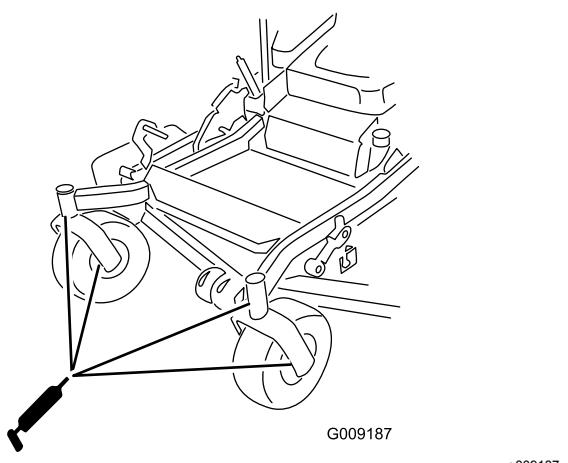

Figura 42
15. Instale el tapón hexagonal y la tapa (Figura 42).